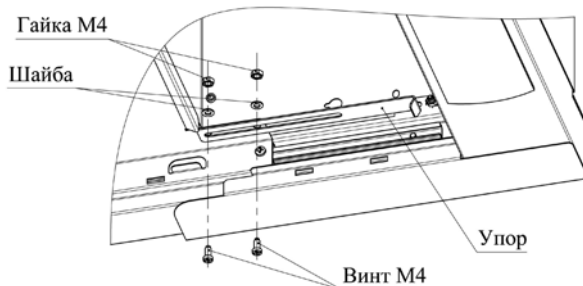
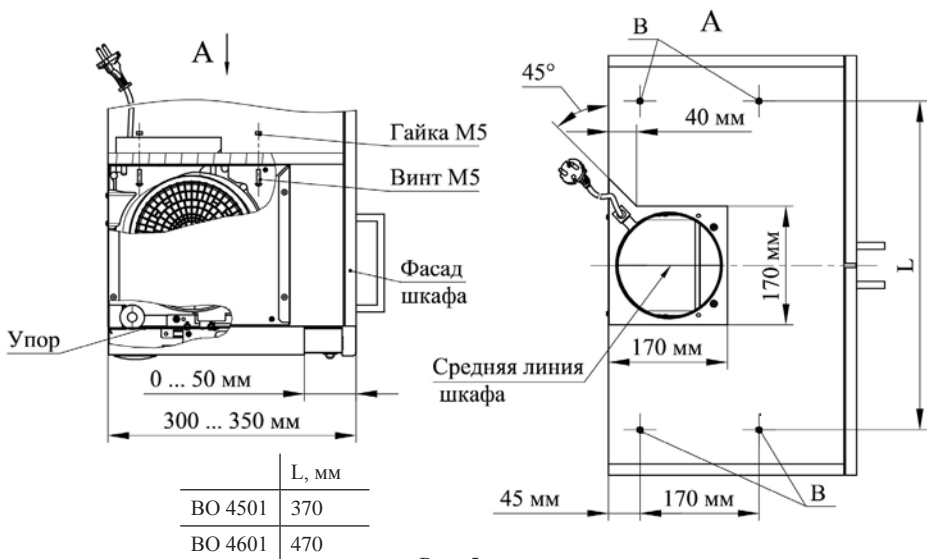

Рис. 4
Рис. 5
упор (рис. 4) и отрегулируйте его вылет (рис. 5). Если глубина Вашего шкафа больше 350 мм, то при его изготовлении необходимо закрыть пространство за воздухоочистителем мебельной панелью.
6.3 Шкаф для встраивания воздухоочистителя должен иметь полость с вырезом в верхней панели (рис. 5).
- Разметьте и просверлите отверстия В диаметром 6 мм в верхней панели шкафа согласно рис. 5.